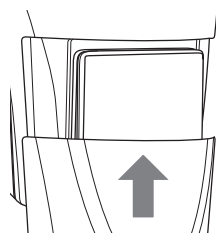

Fig. 4
- ♦ Coloque la cubierta de protección **11** en el compartimento para pilas (consulte la fig. 4).